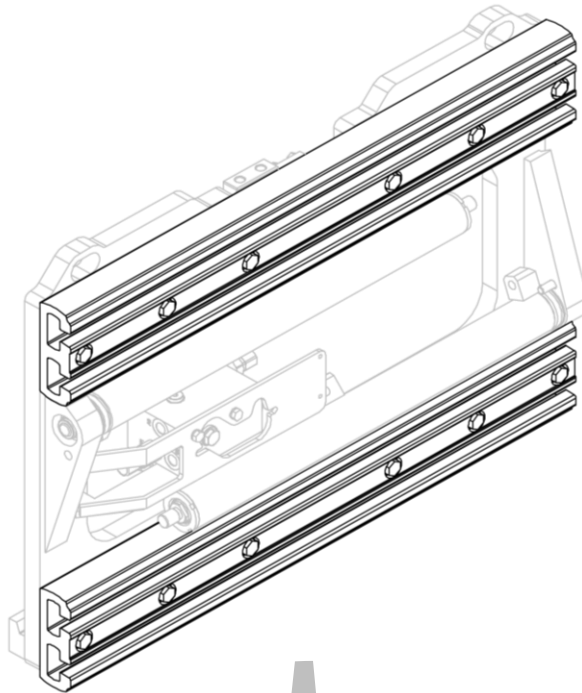
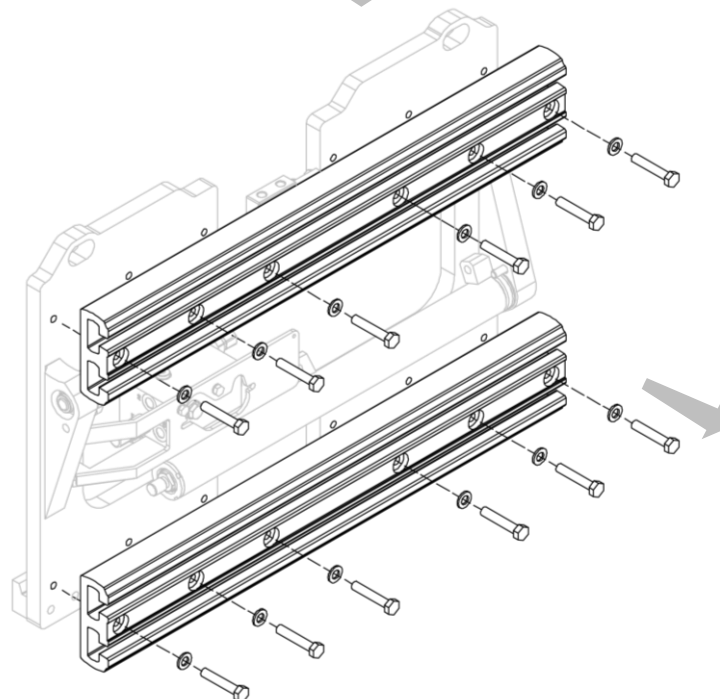

Figura 24
Figura 25
2. Remover los perfiles en aluminio después de desenroscar los tornillos (mira *Figura 24* y *Figura 25*).